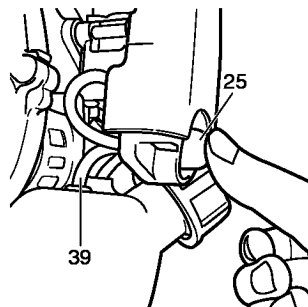

Fig. 23
- \* Presione el cebador (25) repetidamente para que el combustible fluya por el tubo de retorno (39). (Fig. 23)